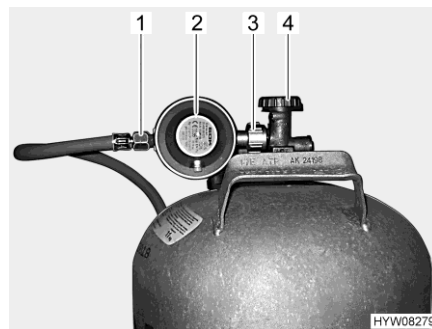

Fig. 95 Conexión de la bombona de gas
- Cerrar la llave de paso principal (Fig. 95,4) de la bombona de gas. Observar el sentido de la flecha.
- Retener el regulador de presión de gas (Fig. 95,2) y abrir la tuerca moleteada (Fig. 95,3) (por lo general, rosca a la izquierda).
- Retirar el regulador de presión de gas con la goma del gas (Fig. 95,1) de la bombona de gas.
- Colocar el regulador de presión de gas (Fig. 95,2) con goma del gas (Fig. 95,1) en la bombona de gas y apretar la tuerca moleteada (Fig. 95,3) (por lo general, rosca a la izquierda). **No** apretar demasiado firmemente.